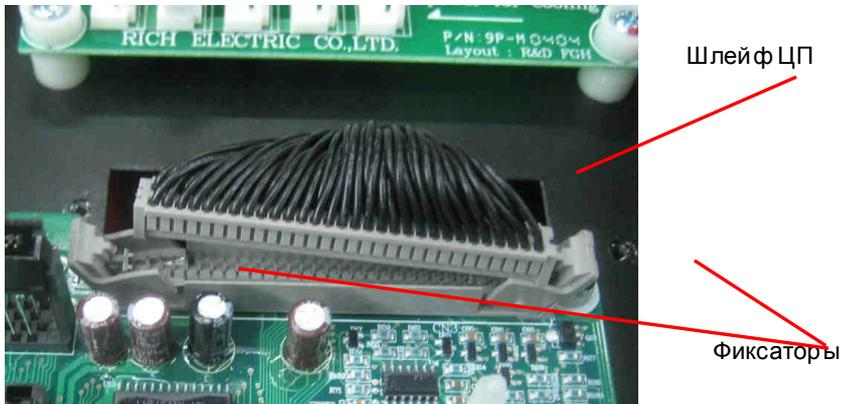

Рис. 6.4.
- 6.8.1. Отжать в стороны фиксаторы разъема на плате ЦП, отсоединить разъем шлейфа ЦП (рис. 6.4).